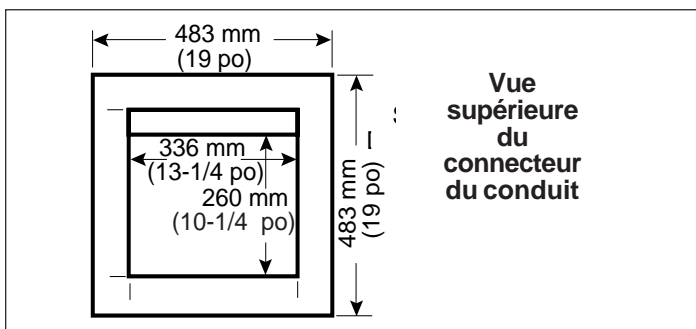

Figure 10.
- Déterminer l'emplacement du centre de l'ouverture du sol, mesuré à 254 mm (10 po) du mur arrière, et marquer l'ouverture mesurant approximativement 37 cm x 37 cm, ± 2.5 cm (14-1/4 po x 14-1/2 po. ± 1 po) pour le modèle de connecteur de conduit du modèle utilisé (consulter les figures 10 et 11).